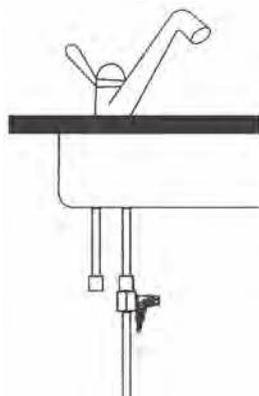

Рис. 10
2.4. Установите узел в сборе в разрыв гибкой подводки смесителя, как показано на **рис. 10**. Используйте гаечный или разводной ключ.